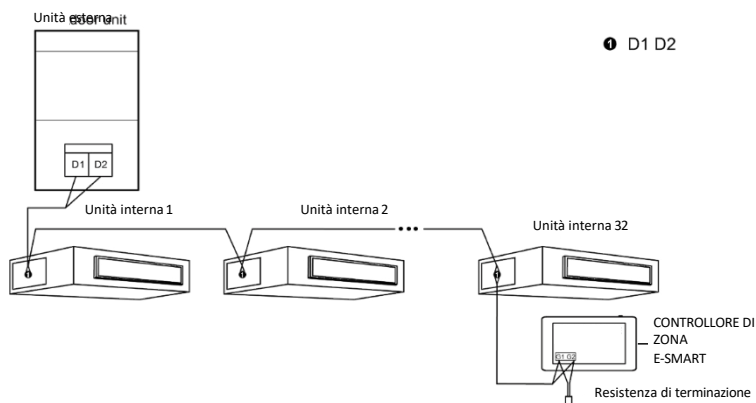

Fig. 3.4 Controller centralizzato collegato alla rete di UE
- ① Il controller centralizzato intelligente è applicabile alle unità multi-VRF, collegabile alla rete UI, alla rete UE o alla rete del convertitore di modalità. Un singolo controller centralizzato è in grado di controllare fino a 16 sistemi di unità esterne e fino a 32 unità interne.
- ② Se il controller centralizzato deve essere collegato alla rete delle unità interne, effettuare i collegamenti come da fig. 3.4. Il controller può essere collegato a qualsiasi unità interna in serie, ovvero collegando le porte G1 e G2 del controller alle porte D1 e D2 con i cavi di comunicazione. Quando il controller è collegato all'unità terminale della rete delle unità interne, è necessario aggiungere una resistenza corrispondente ai cavi di comunicazione sulle porte G1 e G2.